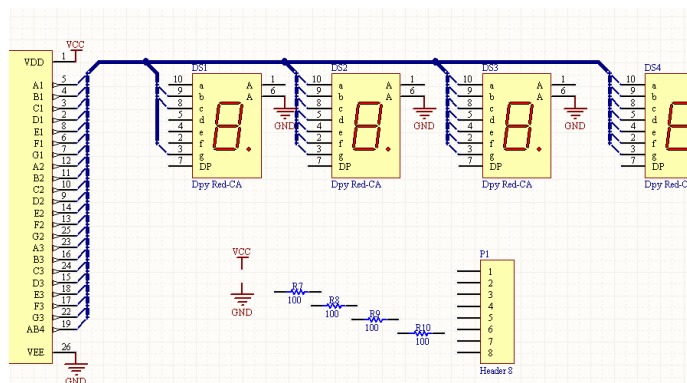

图 2.155 添加总线引入线后的原理图
(29) 单击快捷工具栏中的添加总线引入线工具按钮 , 在原理图中添加如图 2.155 所示的总线引入线。